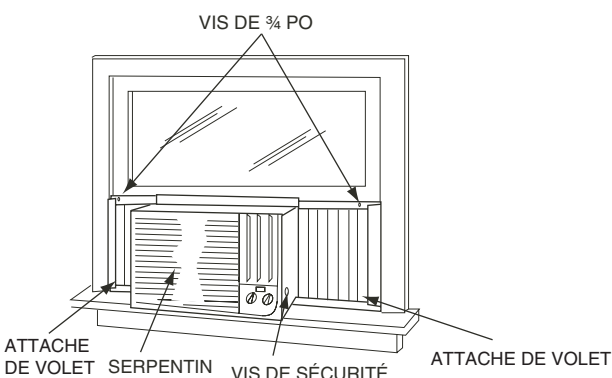

FIGURE 16 — INSTALLATION DES VOILETS LATÉRAUX
- Percez les trous marqués lors de l'étape 16 avec un foret de $\frac{1}{8}$ po (3 mm). Une fois les volets ouverts, fixez-les à l'aide de deux vis de $\frac{3}{4}$ po (1,87 cm) et de l'attache de volet comprises (pour chaque côté). Consultez la Figure 16.